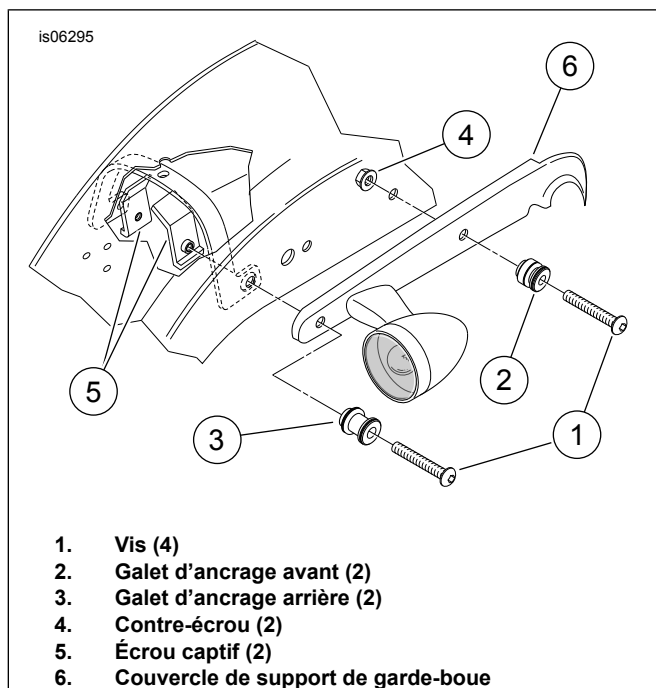

Figure 3. Galets d'ancrage – accessoires rigides ou sacoches seulement
1. Voir Figure 3. Installer le kit de visserie d'ancrage **53529-04** en se reportant aux instructions incluses dans ce kit.